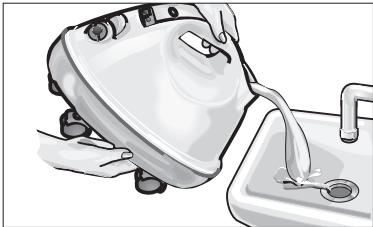

Fig. 4: nettoyage de la chaudière
- Remplissez la chaudière avec de l'eau puis agitez-la vigoureusement. Ceci dissout les résidus de tartre qui se sont déposés au fond de la chaudière. Ensuite, évacuez cette eau en renversant l'appareil dans l'angle où se trouve l'entonnoir de remplissage (A3) (voir la fig. 4).
- Videz complètement l'eau restée dans l'appareil (voir la fig. 4).